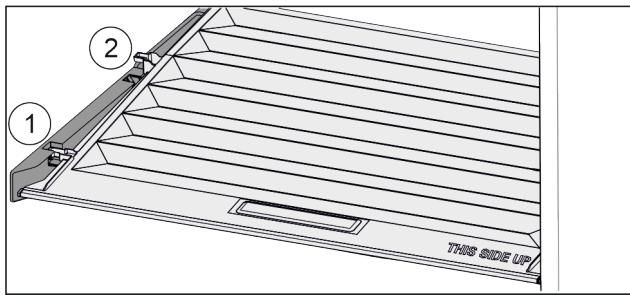

Fig. 85
- Vytáhněte víko dopředu až k otvoru v přídržných dílech Fig. 85 (1).
- Vzadu zespodu nadzvedněte a vyjměte směrem nahoru Fig. 85 (2).